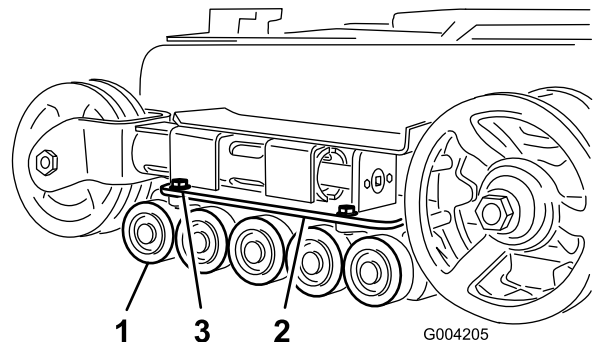

Figura 47
2. Retire los 4 pernos que sujetan cada guía de oruga inferior, que contienen las ruedas de rodaje, y retírelas (Figura 47).